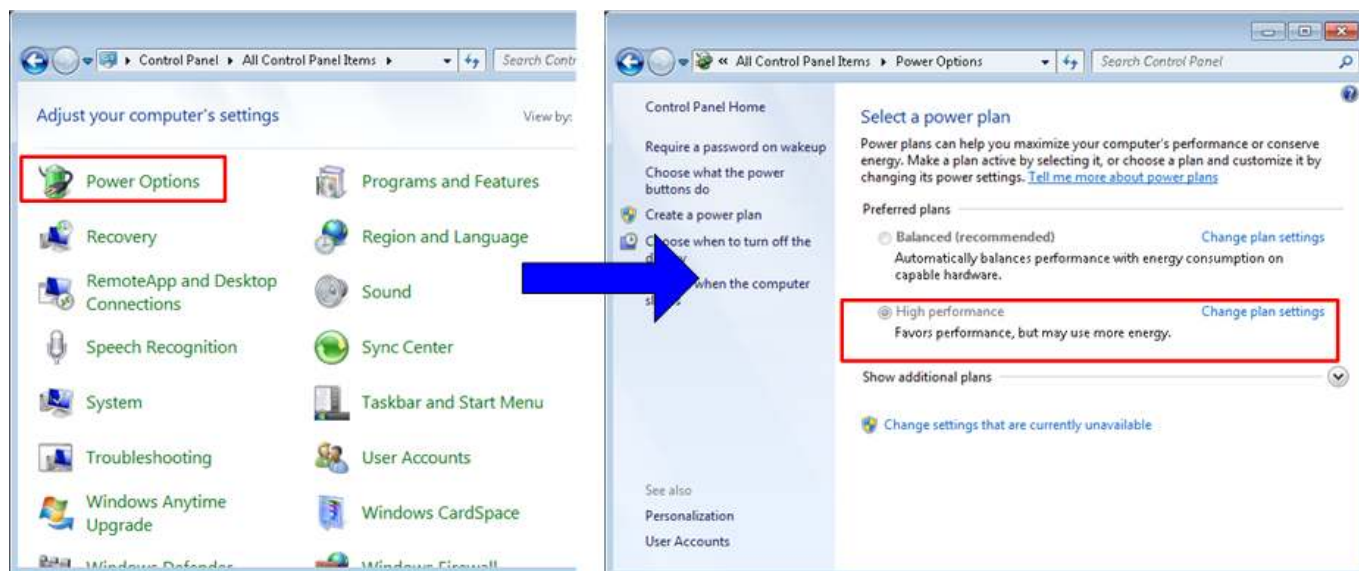

図 3-5: 電源オプション
- 1) コントロール・パネルを開き図 3-5 左側のように電源オプションを選択します。
- 2) 設定を図 3-5 右側のように高パフォーマンスに変更します。